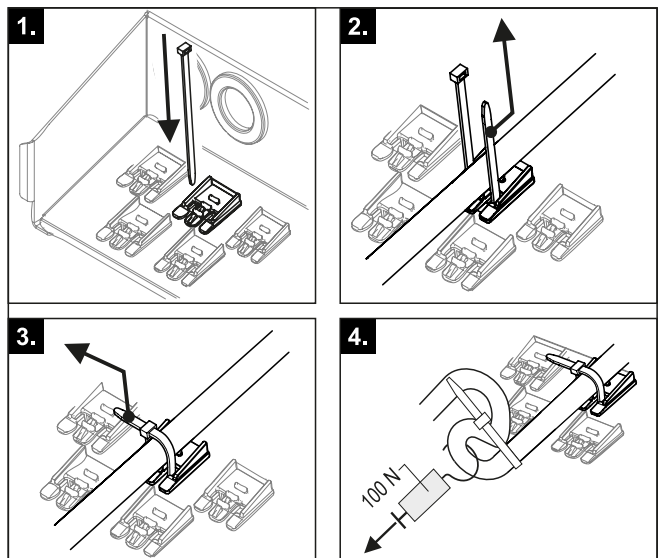

Bild 4-34 Zugentlastung herstellen und prüfen
- 7 Für alle an das Innengerät angeschlossenen Kabel muss außen am Regelungsgehäuse mittels Kabelbinder eine wirksame Zugentlastung sichergestellt werden (Schritt 1 – 3, Bild 4-34).
- 8 Haltekraft der Zugentlastung prüfen (Schritt 4, Bild 4-34).